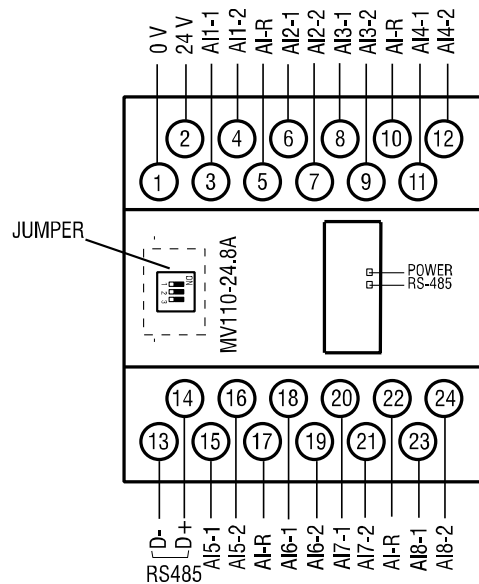

Abb. 4.1 Elektrische Anschlüsse
- Die elektrischen Anschlüsse sind auf der Abb. 4.1 und die Klemmenbelegung ist in der Tabelle 4.1 dargestellt.